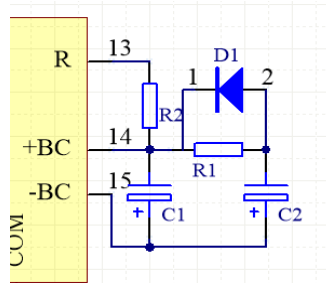

图11 PFC电容扩容连线图
4.12.2 PFC储能电容的总容量应不超过1600uF，若大于1600uF可能会导致高压高温启动时损坏防冲击电路。若需要增大PFC电容C2时推荐外部使用以下电路扩容；R1推荐100Ω -200Ω /10W线绕电阻，D1推荐1N5408G（1000V/3A），连接方式见图11 PFC电容扩容连线图